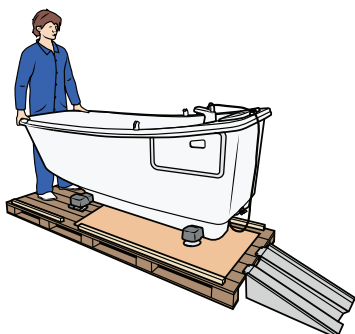

Figure 13
13. Assurez-vous que la baignoire est en position horizontale. Pour une baignoire standard, appuyez sur l'extrémité côté tête, et pour une baignoire longue, soulevez cette même extrémité. Voir Figure 13.